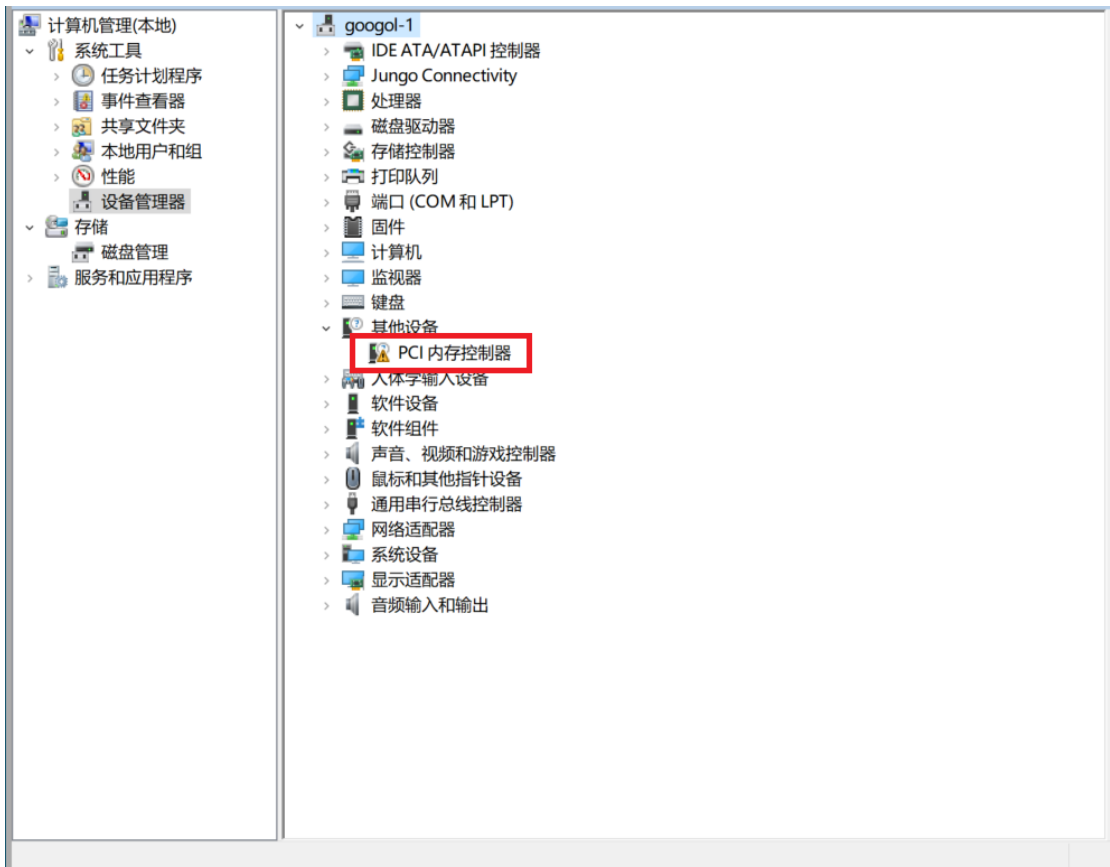
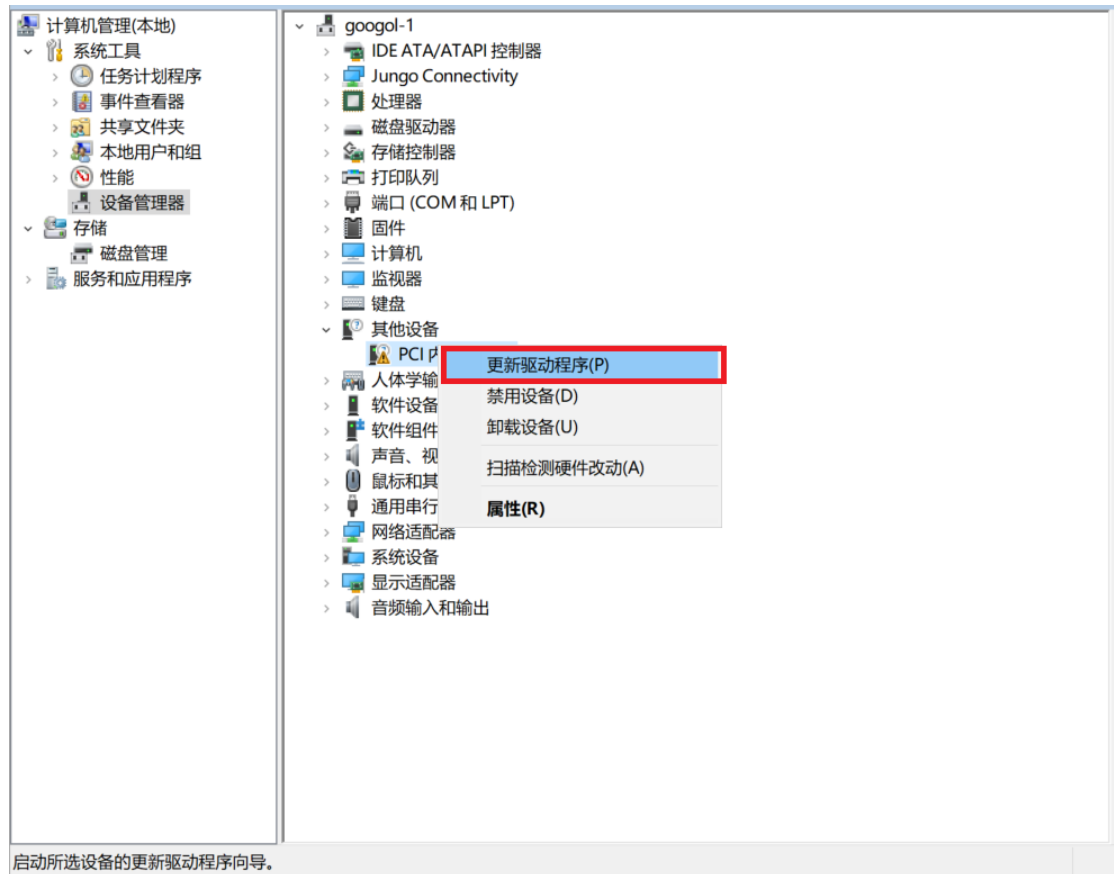

图 2-1 控制卡驱动程序安装界面 1
图 2-2 控制卡驱动程序安装界面 2
- (1) 在硬件安装好，启动计算机后，Windows将自动检测到运动控制卡，打开“设备管理器”，如图 2-1所示。
- (2) 登陆网站下载驱动程序，并将驱动程序拷贝到C:\中为例进行说明。
(3) 选中“PCI内存控制器”，点击鼠标右键。如图 2-1及图 2-2所示，点击“更新驱动程序软件(P)...”。